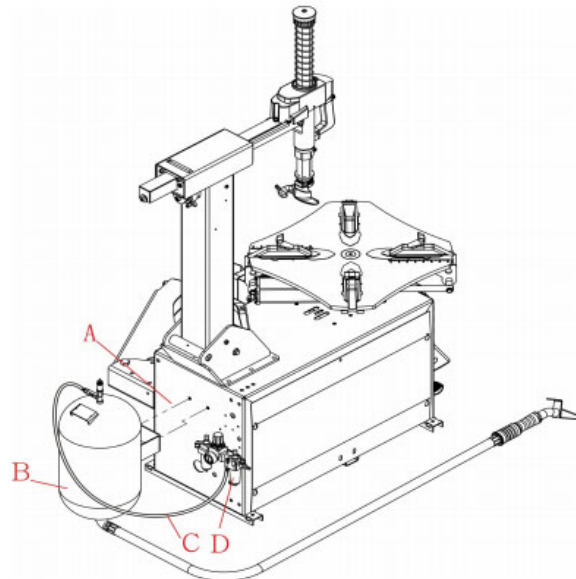

Abb.2
1. Installation: Wie in Abb.2 dargestellt, befestigen Sie den Tank B mit zwei Schrauben M10*25 A am
2. Rahmen, wie in Abb.2 gezeigt. Luftanschluss: Wie in Abb.2 dargestellt, verbinden Sie den Schlauch C mit D (dem mittleren Anschluss), die andere Seite des Schlauches wird mit dem Rückschlagventil verbunden.